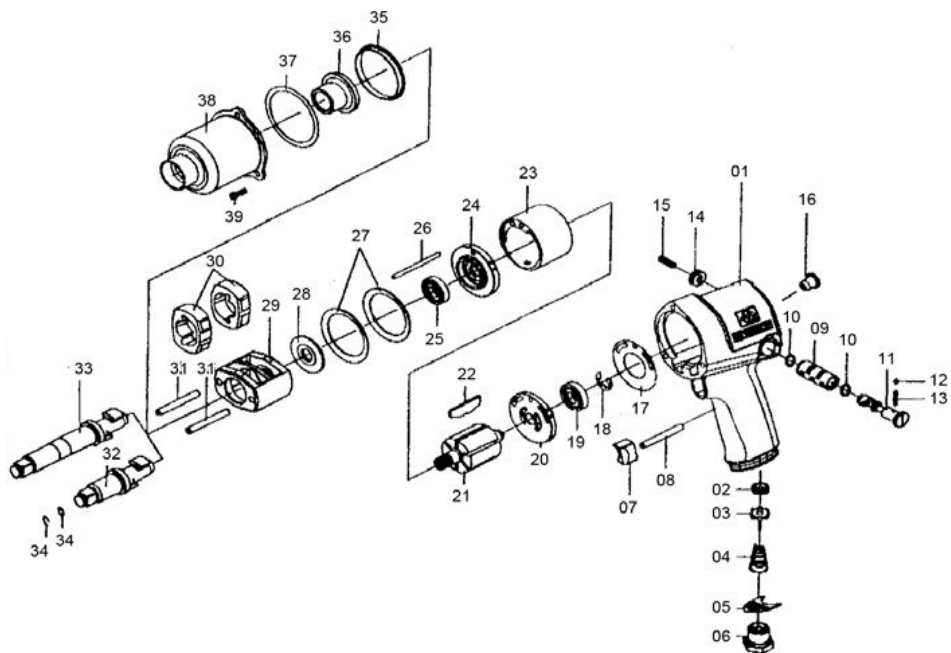

Рис. 2
- Управление гайковёртом осуществляется с использованием курка (Рис. 2, п. 07), который находится под указательным пальцем. При нажатии на курок, сжатый воздух поступает в рабочую полость двигателя и вращает ротор. Следует учесть, что после того как Вы отпустите курок, вращение механизма будет осуществляться ещё несколько секунд. В целях безопасности, кладите гайковёрт только после того как он полностью остановился.
- Регулировка усилия осуществляется вращением переключателя реверса (Рис. 2, п. 14), возле которого имеется шкала от 0 до 5.
- Режимы «закручивание» (F) и «откручивание» (R) устанавливаются переключателем реверса (Рис. 2, п. 11).